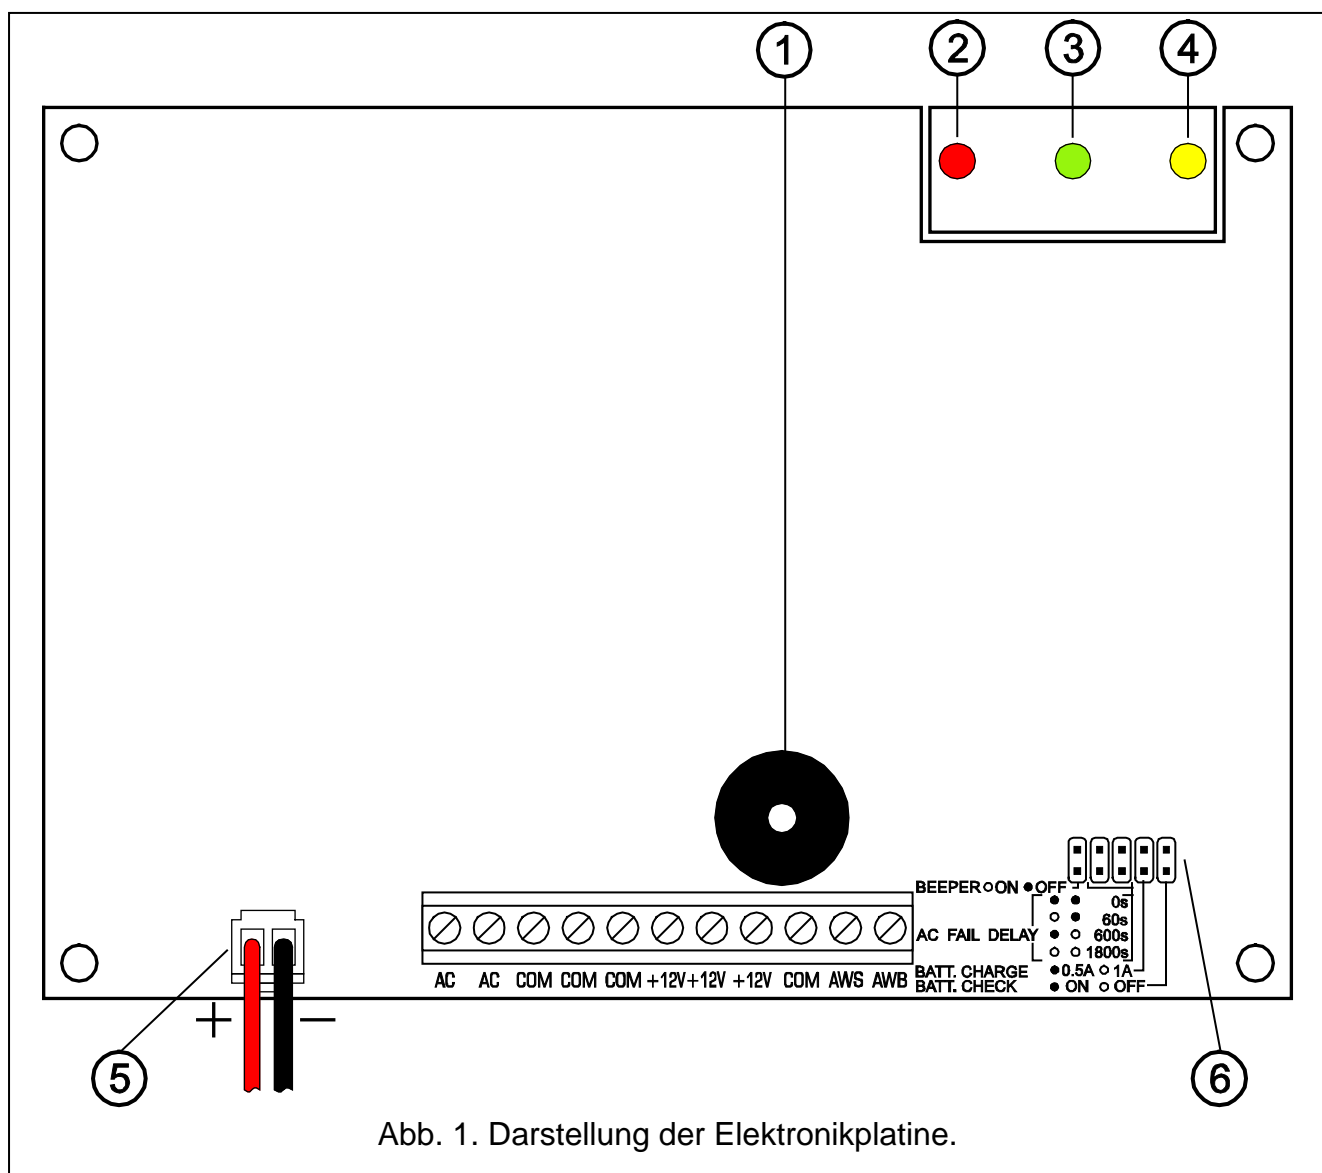

Abb. 1. Darstellung der Elektronikplatine.
Erklärungen zur Abbildung 1:
4. Platine mit der Elektronik an den Spreizdübeln montieren, und Platine mit den LEDs an die Gehäuseabdeckung anschrauben (Erläuterungen zu den Dioden LED befinden sich bei der Abbildung 1).